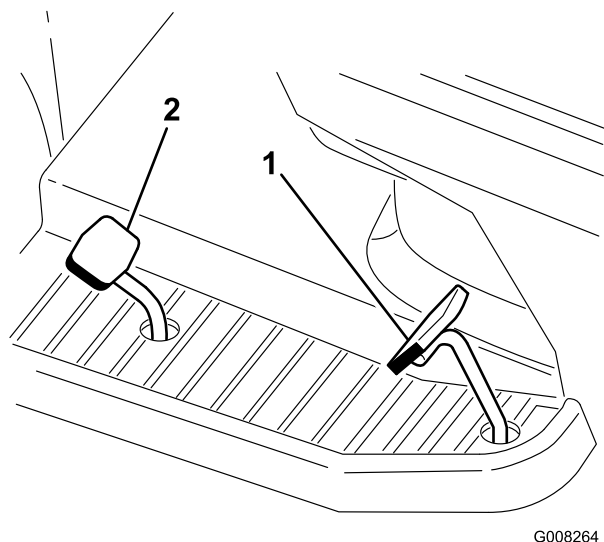

Figure 16
2. Posez le pied sur la pédale de déplacement et appuyez lentement dessus pour avancer (Figure 16).
2. Posez le pied sur la pédale de déplacement en marche arrière et appuyez lentement dessus pour reculer (Figure 16).